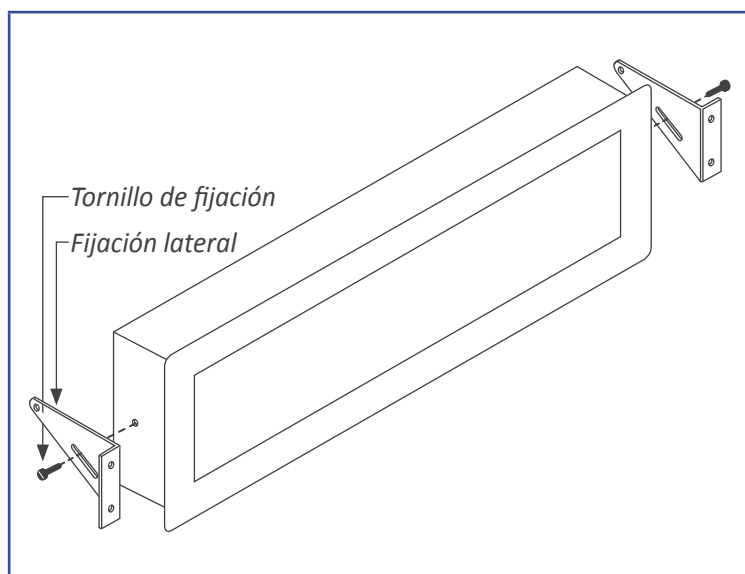

Figura 8 - Montaje en panel
- Montaje en panel. Realizar el taladro panel según las cotas que se indican en la sección 1.4. Retirar las fijaciones laterales. Introducir el instrumento en el panel. Montar las fijaciones laterales tal y como se indica en la figura (ver Figura 8). Soltar ligeramente el tornillo de fijación de uno de los lados y apretar la fijación lateral contra el panel. Apretar el tornillo para que la fijación mantenga la presión. Repetir con la fijación del lado opuesto.